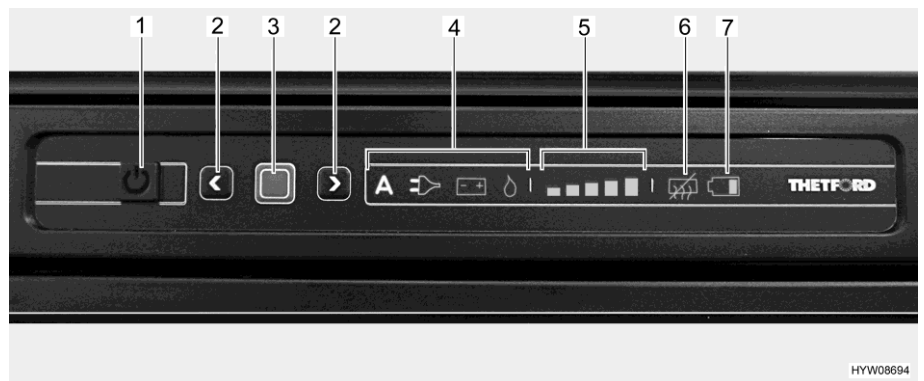

Fig. 268 Panneau de commande DEL (réfrigérateur Thetford)
- Appuyer sur la touche Marche/Arrêt (Fig. 268,1) pendant 1 seconde. La touche s'allume en vert. L'affichage devient plus sombre pour des raisons d'économie d'énergie au bout d'env. 10 secondes.
- Appuyer sur la touche de confirmation (Fig. 268,3). Le dernier mode de fonctionnement qui a été choisi est affiché.
- Appuyer sur la touche de confirmation (Fig. 268,3) pendant env. 2 secondes. Les symboles des modes de fonctionnement clignotent.
- Sélection manuelle d'énergie : Sélectionner la source d'énergie désirée avec les touches fléchées (Fig. 268,2).
- Sélection automatique d'énergie (uniquement sur le modèle à sélection automatique d'énergie) : Sélectionner le mode de fonctionnement "A" avec les touches fléchées (Fig. 268,2).
- Confirmer la sélection avec la touche de confirmation (Fig. 268,3).
- Appuyer de nouveau sur la touche de confirmation (Fig. 268,3). L'affichage du degré de réfrigération (Fig. 268,5) clignote.
- Pour changer le réglage, appuyer sur les touches fléchées (Fig. 268,2) jusqu'à ce que le réglage désiré soit affiché.
- Appuyer sur la touche Marche/Arrêt (Fig. 268,1) pendant env. 2 secondes. Toutes les lampes s'éteignent. Le réfrigérateur est coupé.
Lorsque le réfrigérateur est mis en marche, il choisit automatiquement le dernier réglage du thermostat qui a été choisi. Ce réglage peut cependant être corrigé manuellement à l'aide des touches fléchées (Fig. 268,2). Il faudra attendre quelques heures jusqu'à ce que le réfrigérateur ait atteint sa température normale de réfrigération. Le réglage du thermostat est conservé en cas de commutation sur un autre mode de fonctionnement.